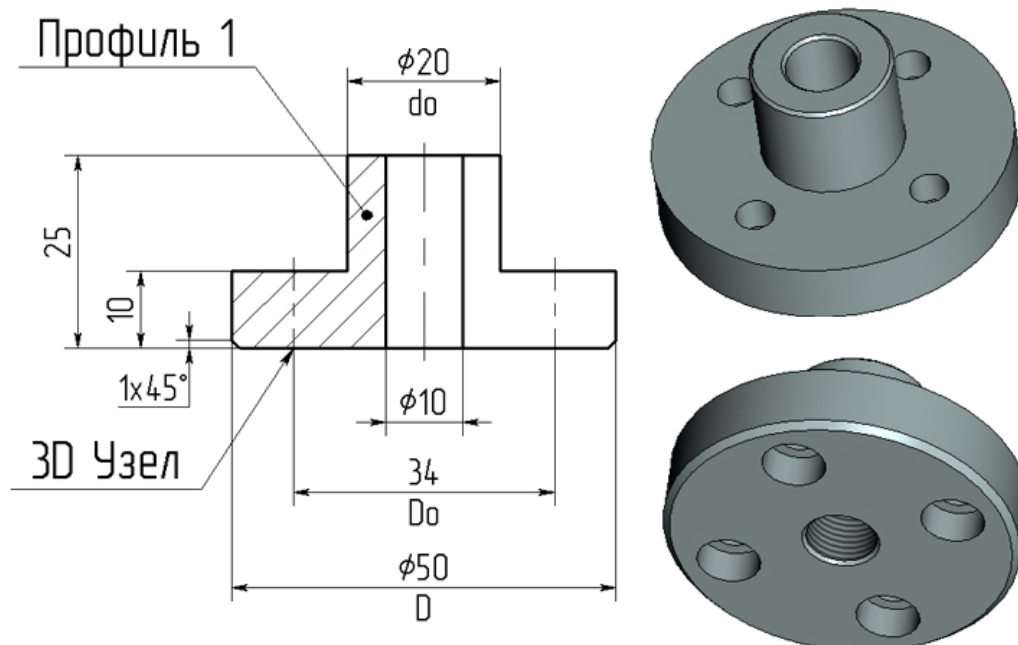

Рисунок 13 – Чертеж и 3D модель детали «Крышка»
- К профилю 1 применить операцию «Вращение» (Рисунок 13)